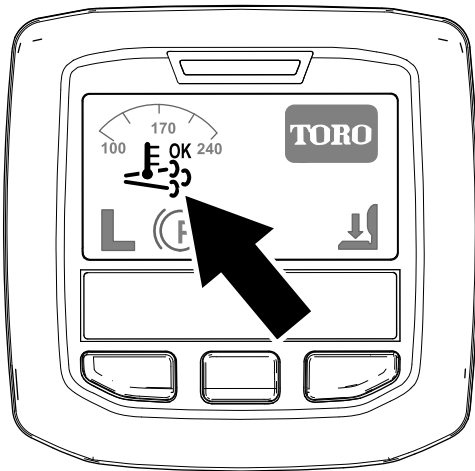

Figure 41
- L'icône de régénération assistée/commandée s'affiche dans l'InfoCenter (Figure 41).